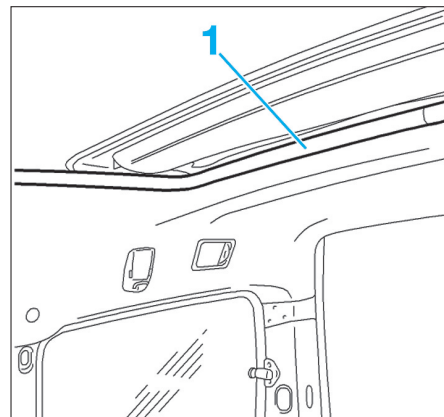

FIG. 56
- Déposer le joint d'étanchéité (Fig.56).